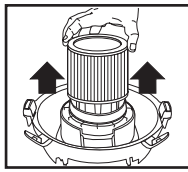

FIGURA 16
22. Deslice el filtro de cartucho para sacarlo del alojamiento de la tapa. **FIGURA 16.**